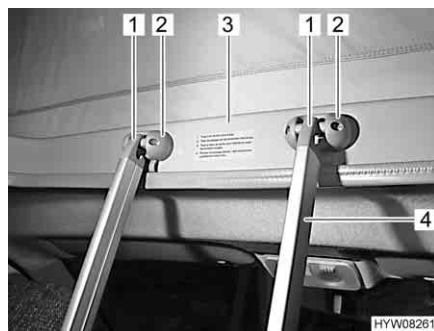

Fig. 58 Scaletta di accesso
Per accedere al letto sul tetto a soffietto utilizzare sempre la scaletta di accesso (Fig. 58,4) montata di serie.
- Agganciare la scaletta con i due archetti (Fig. 58,1) nelle graffe (Fig. 58,2) del telaio (Fig. 58,3) del tetto a soffietto.